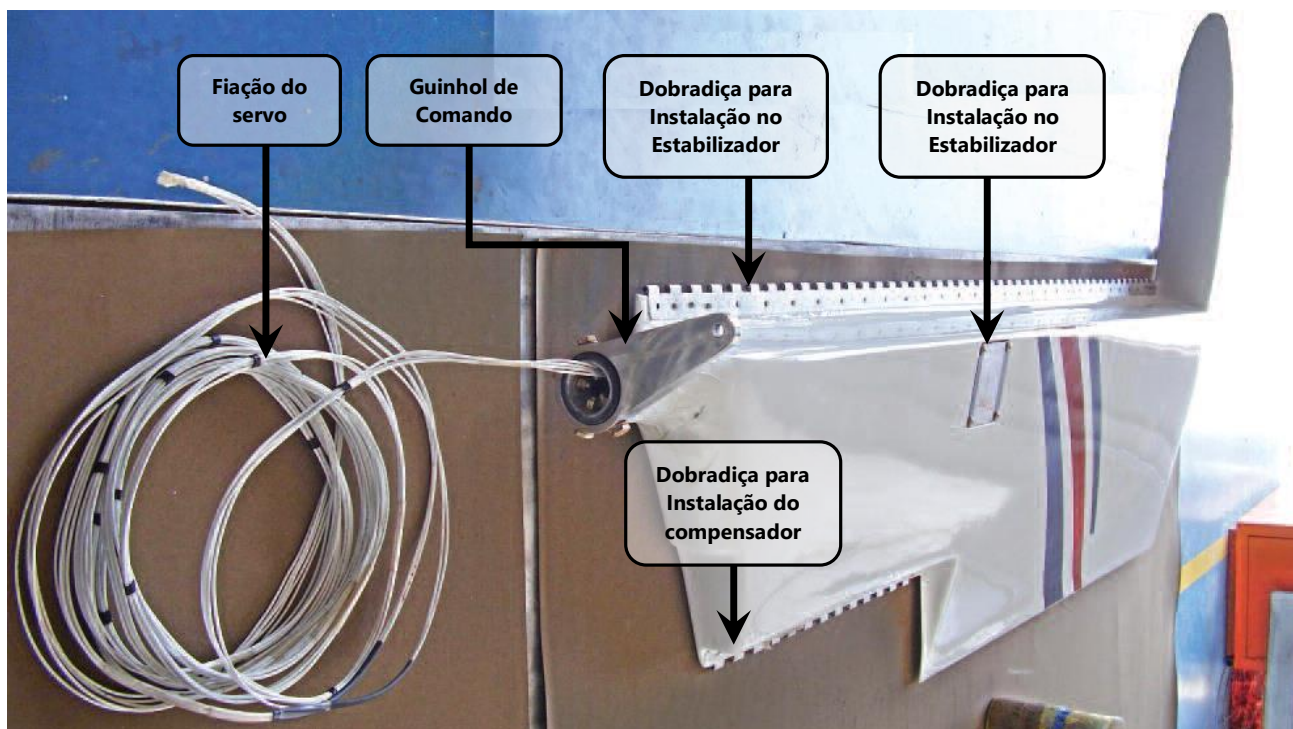

Figura 55.20.12 – Profundor esquerdo.
As versões atuais do Quasar possuem a empenagem horizontal composta por estabilizador e profundor fabricados de fibra de carbono. Nesta configuração o estabilizador horizontal é constituído de uma única peça, instalada transversalmente à deriva vertical, como mostrado na figura 55.20.7 e na figura 55.20.11. O profundor é composto de duas superfícies, esquerda e direita como mostrado na figura 55.20.27, unidas por guinhóis de comando internos à deriva vertical e instaladas no bordo de fuga do estabilizador horizontal, através de dobradiças do tipo corda de piano. O profundor esquerdo possui um compensador (Tab) no seu bordo de fuga, comandado por um servo eletromecânico instalado no intradorso deste mesmo profundor, ver figura 55.20.12 e figura 55.20.17.
6. Lubrificar nas dobradiças do profundor esquerdo, mostrado na figura 55.20.12.